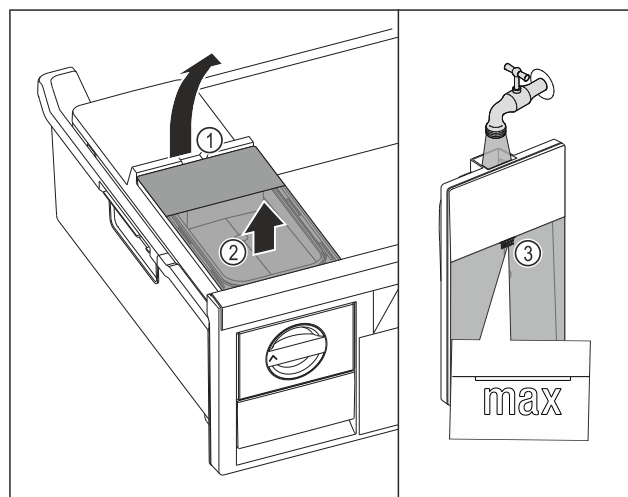

Fig. 109
- Підняти бак для води за заглиблення Fig. 109 (1).
- Вийняти бак для води рухом вгору Fig. 109 (2)
- Наповнити бак для води питною водою до позначки Fig. 109 (3).